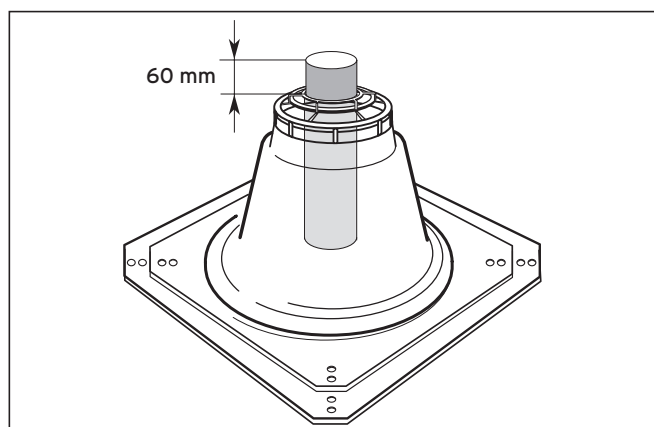

Fig. 4.26 Longueur du conduit supérieur des fumées
- Rendez étanche le bord de la bouche de la cheminée avec du silicone (3).
- Le cas échéant, vous pouvez réduire la base du chapeau de la cheminée (2) (en sciant le bord).
- Fixez la base du chapeau de cheminée (2) avec quatre vis sur le bord de la bouche.
- Contrôle : Le conduit doit dépasser d'au moins 60 mm de la base du chapeau de la cheminée (→ Fig. 4.26).
- Introduisez la calotte du chapeau de cheminée (1) au-dessus de l'extrémité supérieure du conduit des fumées rigide et appuyez dessus.